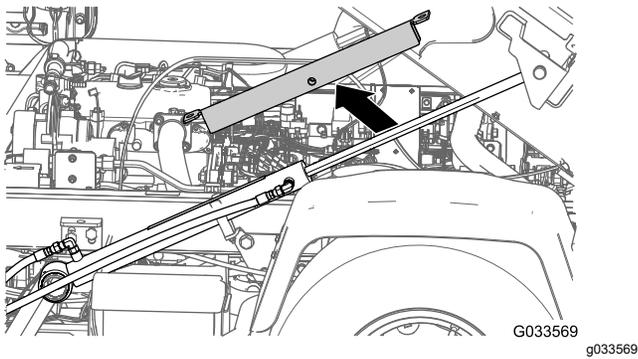
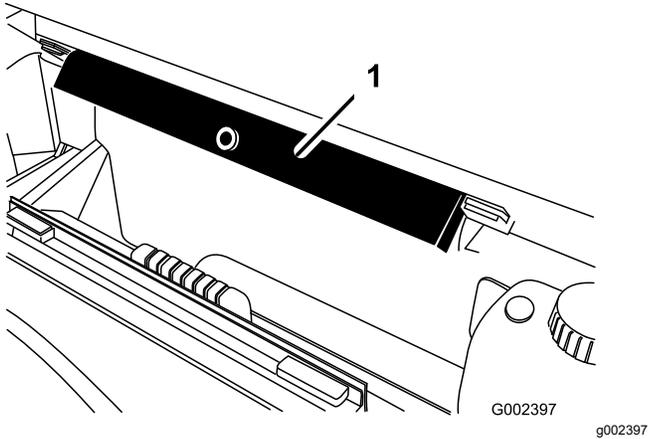

Figure 32
Figure 33
- Retirez la béquille de plateau du vérin de levage et rangez-la dans les supports de rangement à l'arrière du panneau du ROPS (Figure 32 et Figure 33).